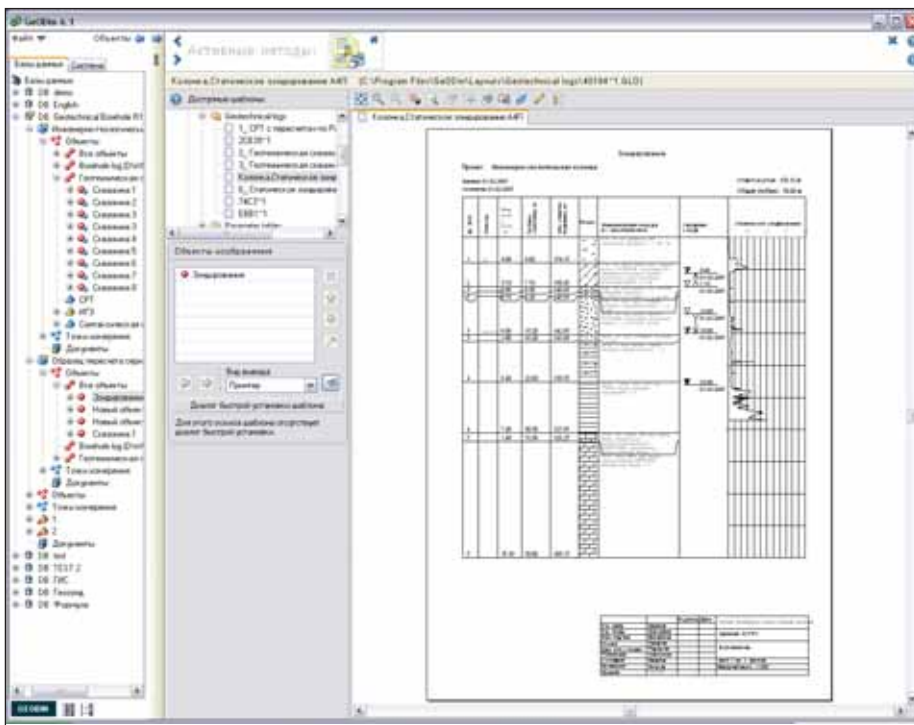

Рис. 5
- создание чертежей геологических колонок по введенным литологическим данным (рис. 5). Вид геологических колонок может быть любым. Он настраивается пользователем один раз и эти настройки используются в дальнейшем;